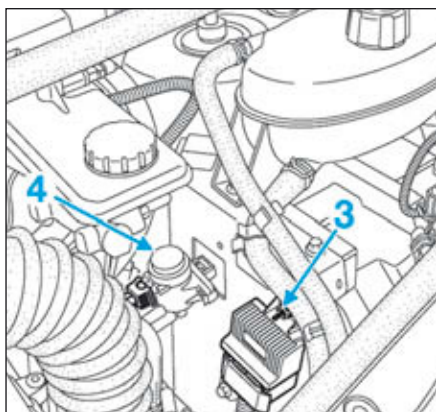

FIG.4
- Déposer la vis (3) (Fig.4) du boîtier de pré-chauffage puis ce dernier.
- Débrancher le connecteur de l'électrovanne (4).
- Dégrafer l'électrovanne (4).